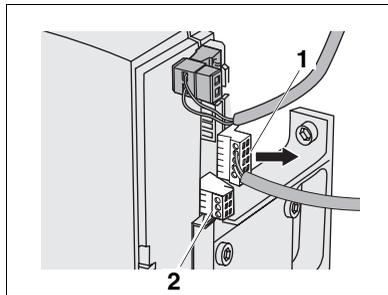

Abb. 3 Stecker der Betriebsanzeige entfernen
- Entfernen Sie am Gasfeuerungsautomaten MPA52 den Stecker der Betriebsanzeige (Abb. 3, Pos. 1).
Befindet sich ein Stecker (Abb. 3, Pos. 2) auf der Steckerleiste des Gasfeuerungsautomaten, ist die Gasfamilie Multigas eingestellt.